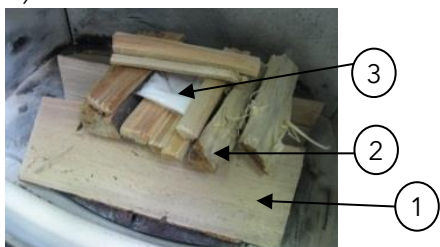

Fig. 4: Accensione
Sistematte in diagonale 2 -3 ceppi di legna (peso totale ca. 1,3 kg) sul fondo della camera di combustione, ad una distanza sufficiente l'uno dall'altro (minimo 2 cm) (1). Distribuite sopra di essi ca. 0,5 kg di trucioli di legno dolce (2) infine posizionate l'accendi-fuoco e accendete (3). (vedi fig. 4)